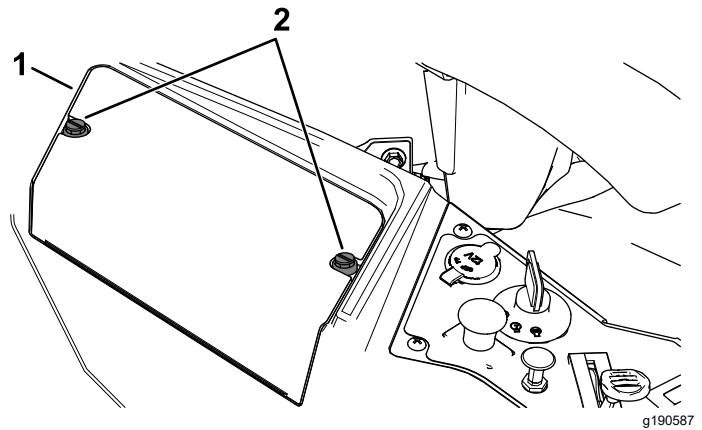

Figura 57
3. Afloje las 2 fijaciones en la tapa de la batería 1/4 de vuelta en sentido antihorario y retire la tapa de la batería (Figura 57).
6. Instale la tapa de la batería presionando hacia abajo y apretando las 2 fijaciones en sentido horario (Figura 57).